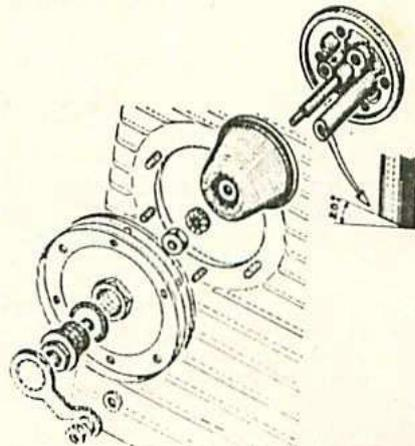

Fig. 23. — Détail de montage du filtre conique.
Le filtre conique (fig. 23) peut être monté en lieu et place du filtre cylindre sur les moteurs précédemment sortis, à condition de :
- De faire un chanfrein (20°) sur le tube plongeur (fig. 23).